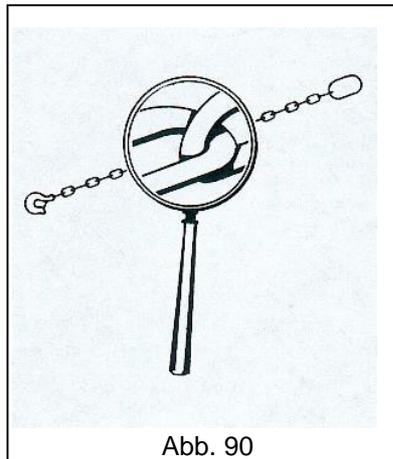

Abb. 90
- **NIEMALS** Anschlagmittel verwenden, ohne zuvor die Eignung zu überprüfen (Abb. 90).